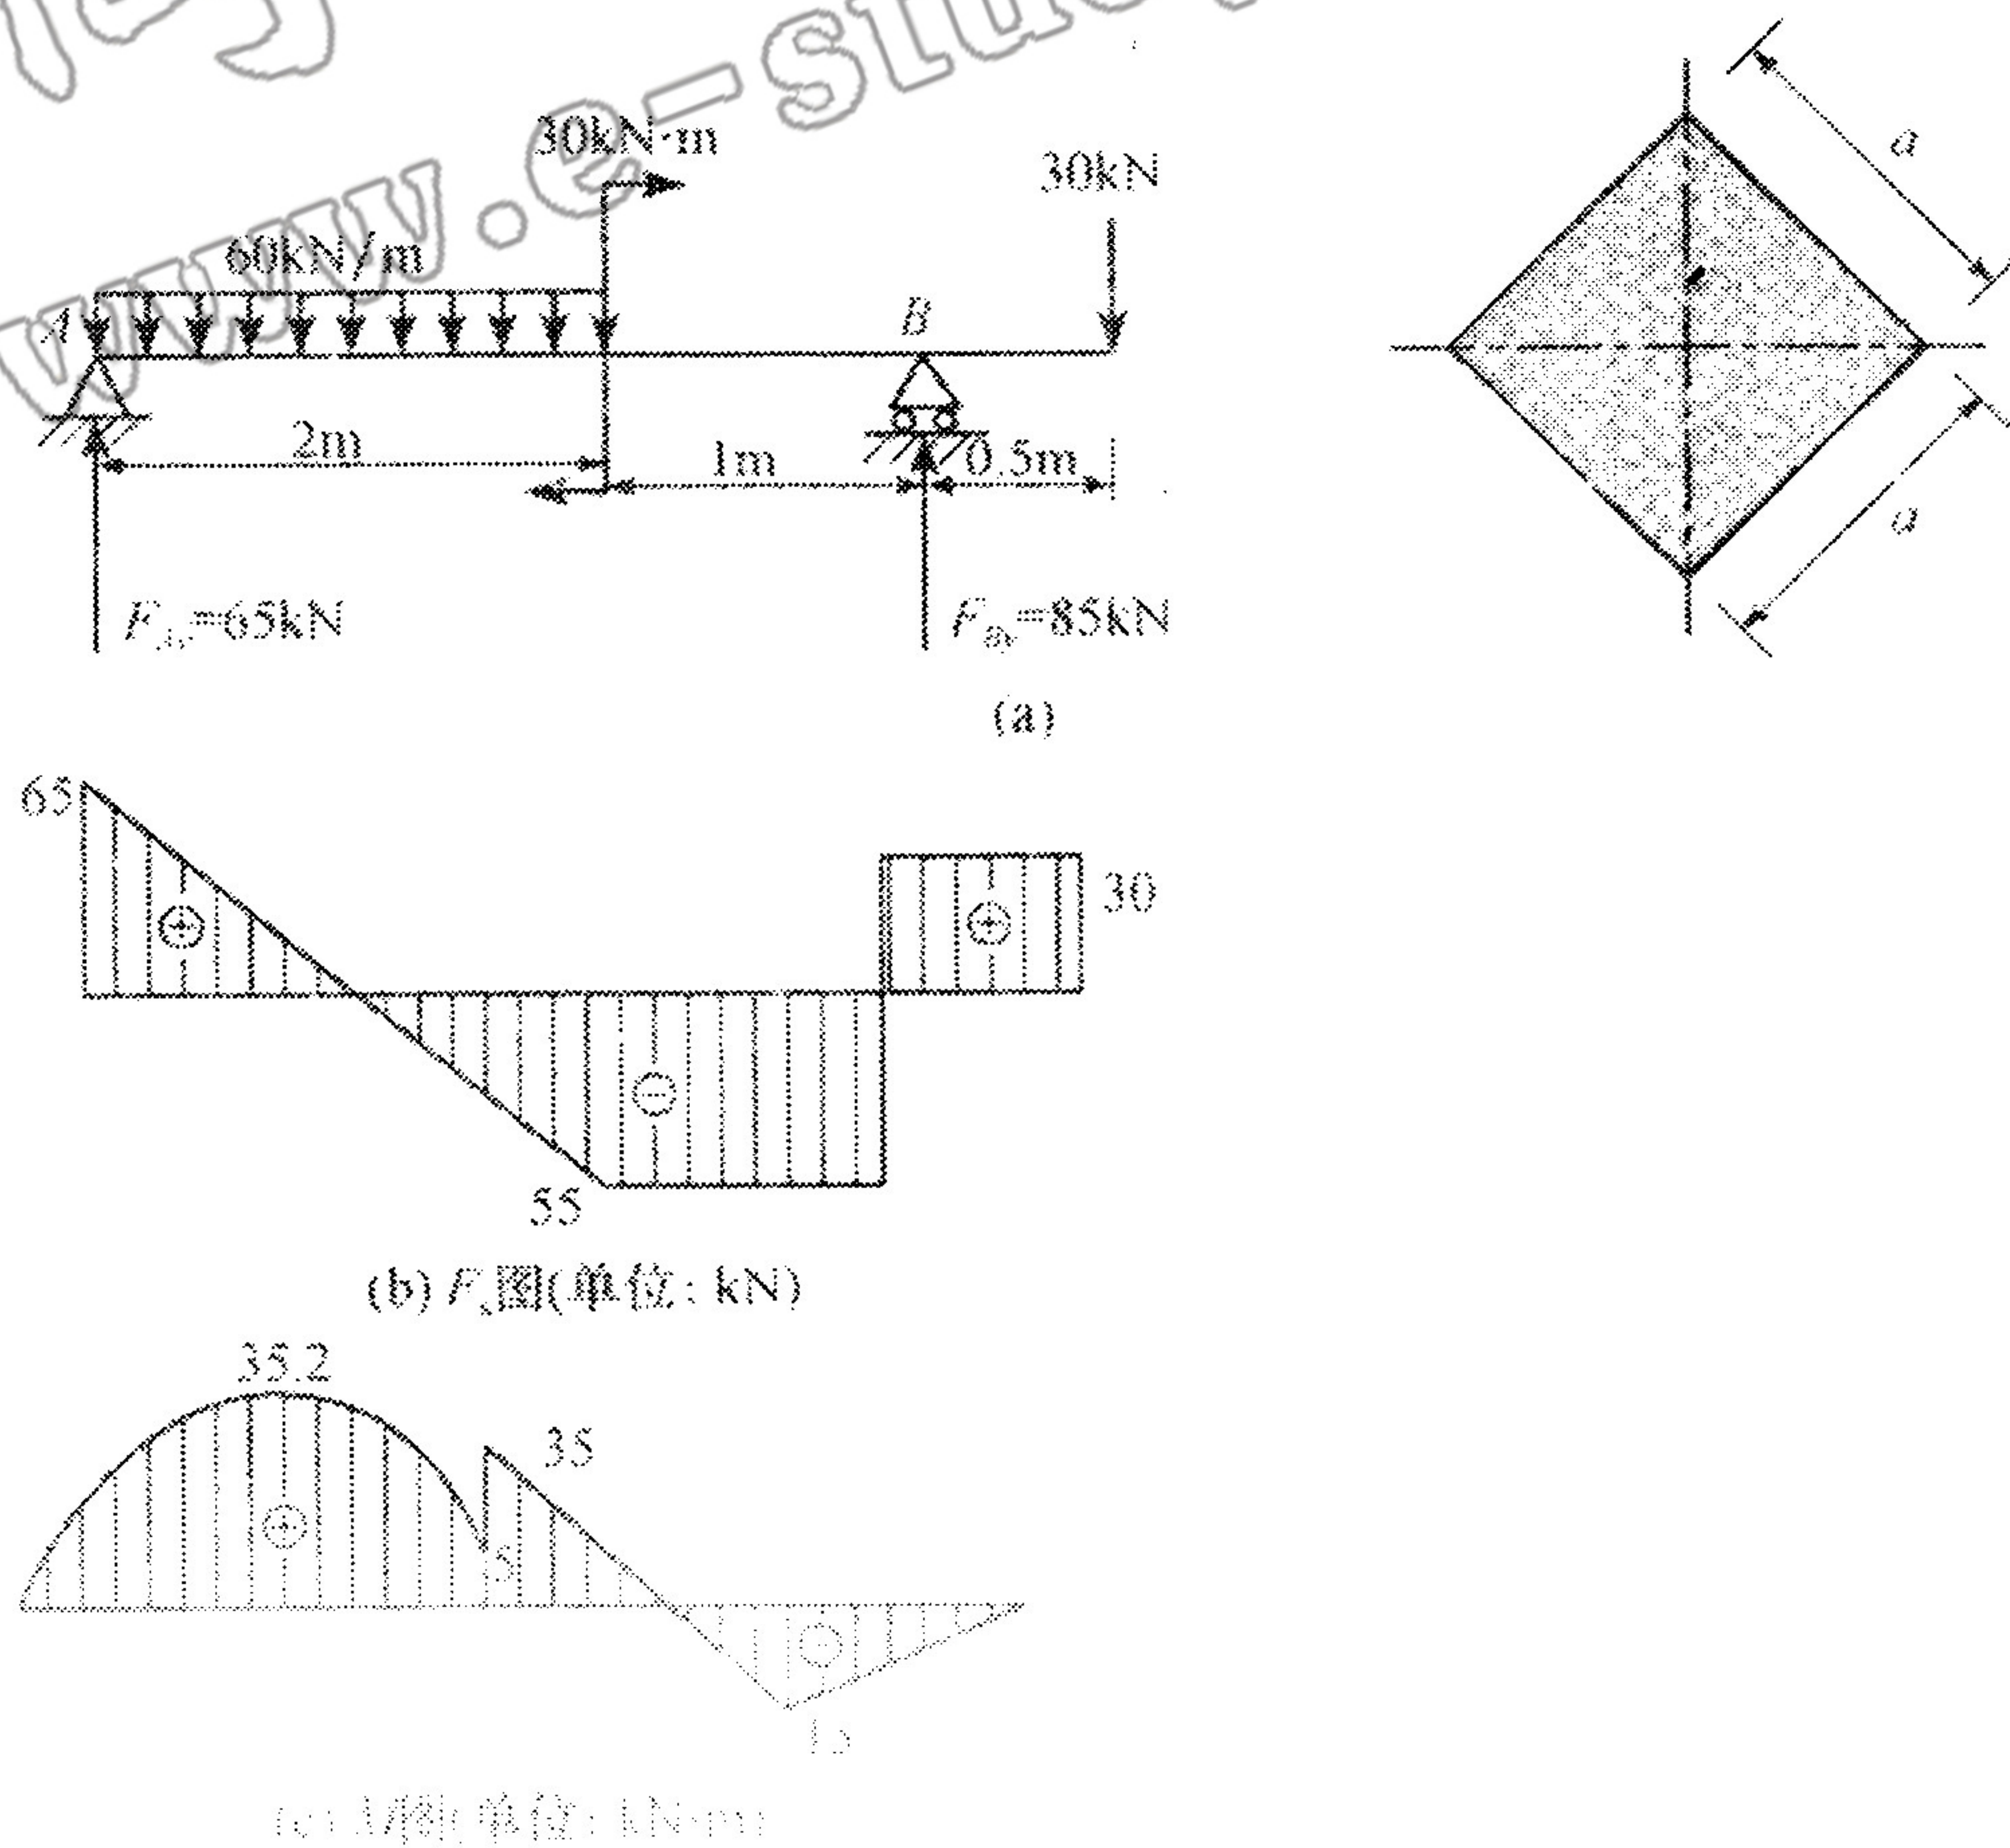

图 7.10
2. 绘图 7.10(a) 所示梁的剪力图和弯矩图,梁截面为正方形,边长  $a=30\text{cm}$ 。求梁中最大正应力。
(1) 作内力图。根据平衡方程  $\sum M_A = 0$ , 即  $F_{By} \times 3 = 30 \times 3.5 + 30 + 120 \times 1$  得  $F_{By} = 85\text{kN}$ ,  $\sum F_y = 0$  得  $F_{Ay} = 65\text{kN}$ 。作剪力图如图 7.10(b) 所示, 在  $x = \frac{65}{60}\text{m}$  处  $F_s$  为零, 则在该面上的弯矩  $M\left(\frac{65}{60}\right) = 65 \times \frac{65}{60} - \frac{1}{2} 60 \times \left(\frac{65}{60}\right)^2 = 35.2\text{kN} \cdot \text{m} = M_{\max}$ , 该面即为危险截面。
(2) 求最大正应力。截面为正方形, 其任意形心轴即为主形心惯性轴且对任意形心主惯性轴的惯性矩恒等, 即  $I_y = I_z = I_{y'} = I_{z'} = \frac{a^4}{12}$ , 而  $y_{\max} = a \times \cos 45^\circ = \frac{a}{\sqrt{2}}$ 。代入弯曲正应力公式, 得